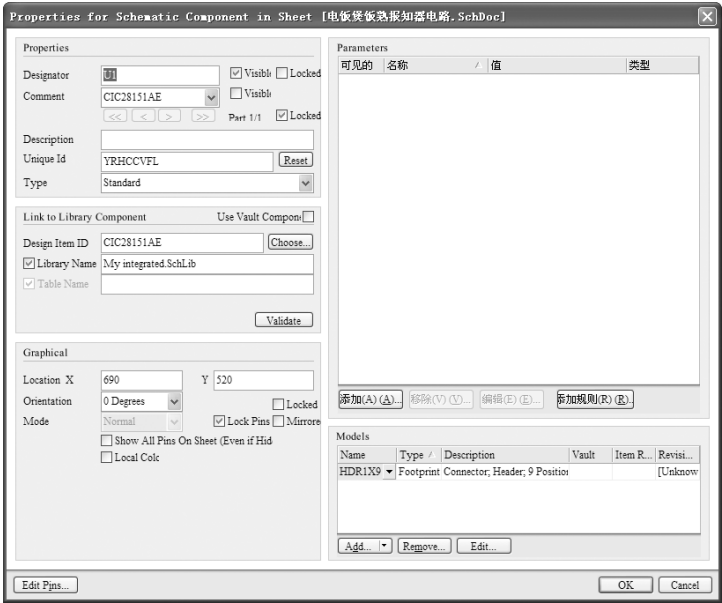

图 4-40 设置 U1 属性
12) 双击音乐芯片元件，弹出“Properties for Schematic Component in Sheet”（元件属性）对话框，修改元件属性。将“Designator”（指示符）设为“U1”，将“Comment”（注释）设为不可见，参数设置如图 4-40 所示。